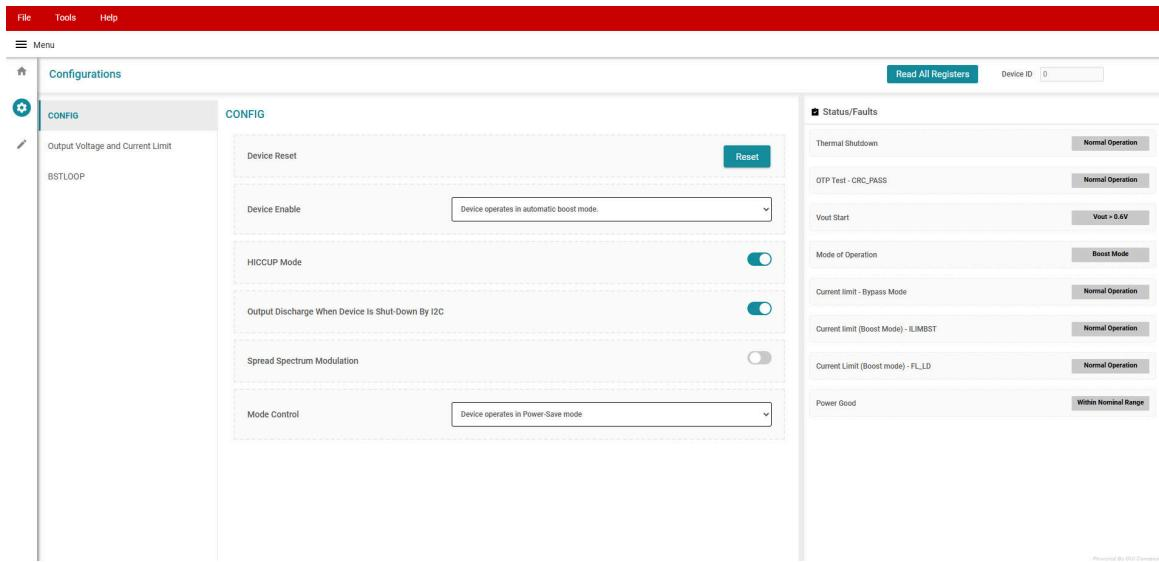

图 3-3. TLV61290EVM-076 的 GUI 用户界面
4. 点击 Start 按钮。将显示 TLV61290EVM-076 的 GUI 用户界面 (图 3-3)。